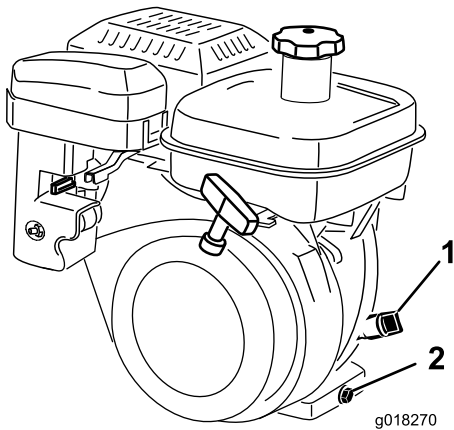

图30
2. 调整剪草机、使发动机保持水平、并清洁量油尺周围部位（图30）。
3. 逆时针旋转量油尺、然后将其取出（图30）。
5. 取出并检查油位。如果油位较低、请添加足够的机油、使油位升到量油尺的“H”与“L”标记之间（图30）。
2. 在机器后部的排油塞下放置一个放油盘（图30）。